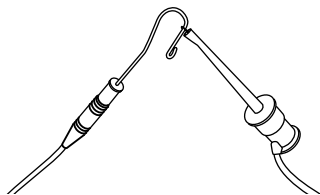

Fig. 8 Activation du localisateur d'apex avec le clip labial et la pince instrumentale.
2. Pour mettre le localisateur d'apex en marche, serrez la pince instrumentale pendant environ 3 secondes au niveau du clip labial. Voir Fig. 8.